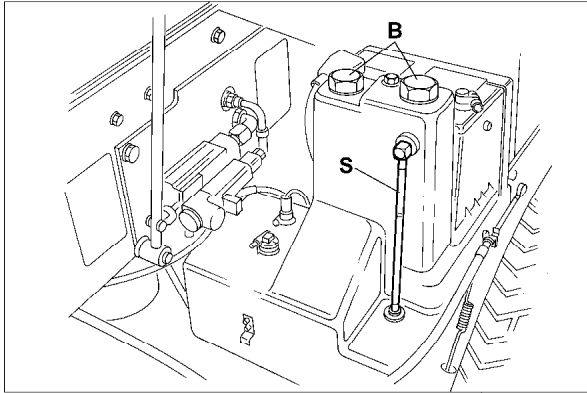

Fig.25
- Check hydraulic fluid level in plastic sight tube. Keep fluid level about 1/2 way up sight tube S Fig.25
- Controleer hydraulisch vloeistofpeil in het plastic kijkglas. Houd het vloeistofpeil ongeveer halverwege het kijkglas Zie Afb. 25
- Vérifiez le niveau de liquide hydraulique en consultant le tube de regard en plastique. Le niveau de liquide doit se situer à environ mi-chemin entre le haut et le bas du tube de regard S Fig.25